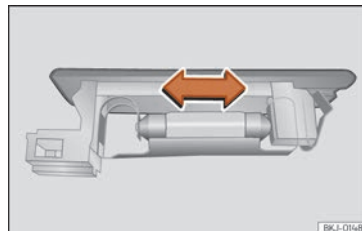

Fig. 59 Luz da bagageira.
- Pressione a lâmpada lateralmente e retire-a do alojamento » **Fig. 59.**